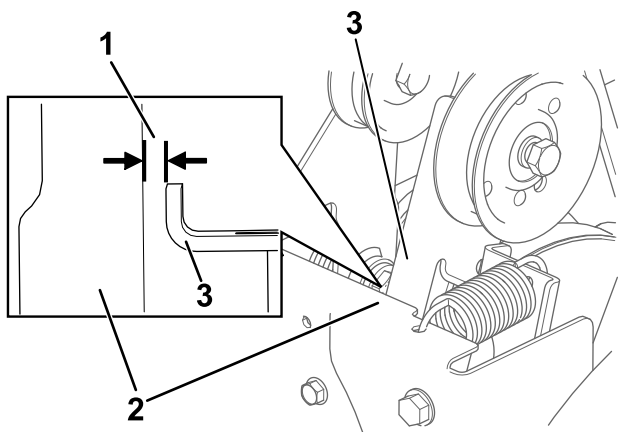

Рисунок 35
3. При отпущенном рычаге шнека/крыльчатки убедитесь, что зазор между рычагом муфты шнека и рамой машины составляет 1,5 мм как показано на (**Рисунок 35**).